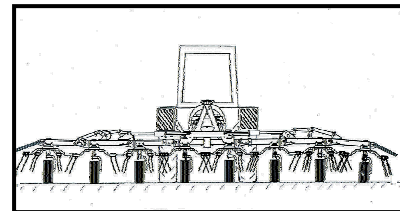

Abb.15
5. Nach kontrollierter Entriegelung Maschine mittels hydr. Druck in Arbeitsstellung schwenken (Abb.15).